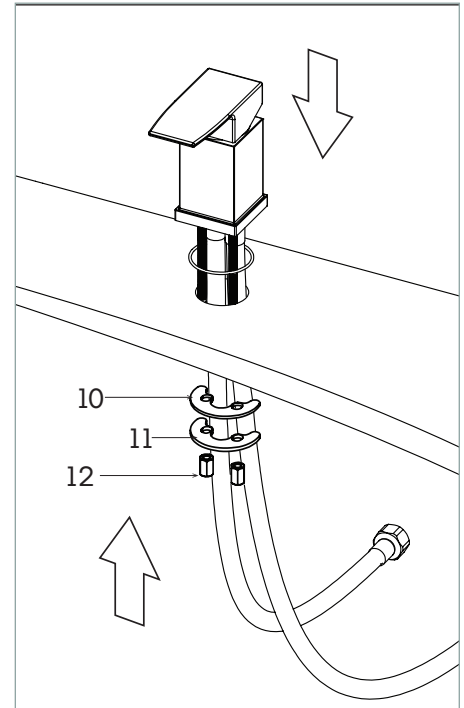

Fig.4
- Insert the threaded rod and flexible hoses through the deckmount hole and secure the mixer with supplied tie-down kit (10, 11 & 12). Fig.4.
- Insérer la tige filetée et les flexibles dans le trou de la surface et fixer le mitigeur à l'aide des pièces d'assemblage fournies (10, 11 & 12). Fig.4.